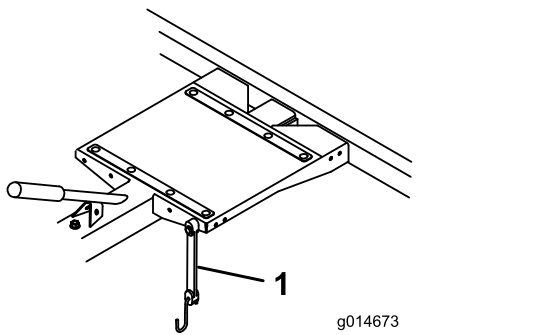

图 15
- 运输过程中应使用弹力带将果岭修剪机紧固到拖车上图 15。您可以将弹力带移至不同的安装孔以适应不同的修剪机。